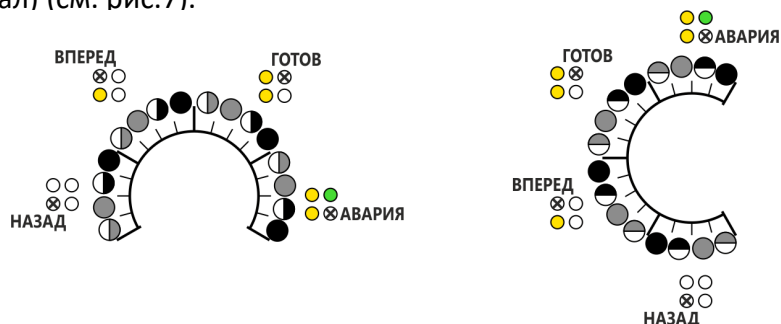

Рисунок 7 Индикация положения потенциометра
1.7.7 Для более точной настройки потенциометров предусмотрен режим индикации положения, который активируется при повороте требуемого потенциометра. 4 больших сектора шкалы отображают 4 светодиода (**РАБОТА, ПУСК, ГОТОВ, АВАРИЯ**). А 4 зоны внутри каждого сектора разделяются способом индикации светодиода (мерцает вполнакала, горит вполнакала, мерцает в полный накал, горит в полный накал) (см. рис.7).